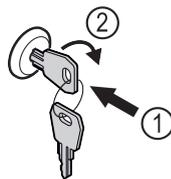

Fig. 175
- ▶ Inserire la chiave. Fig. 175 (1)
- ▶ Ruotare la chiave di 90° in senso orario. Fig. 175 (2)